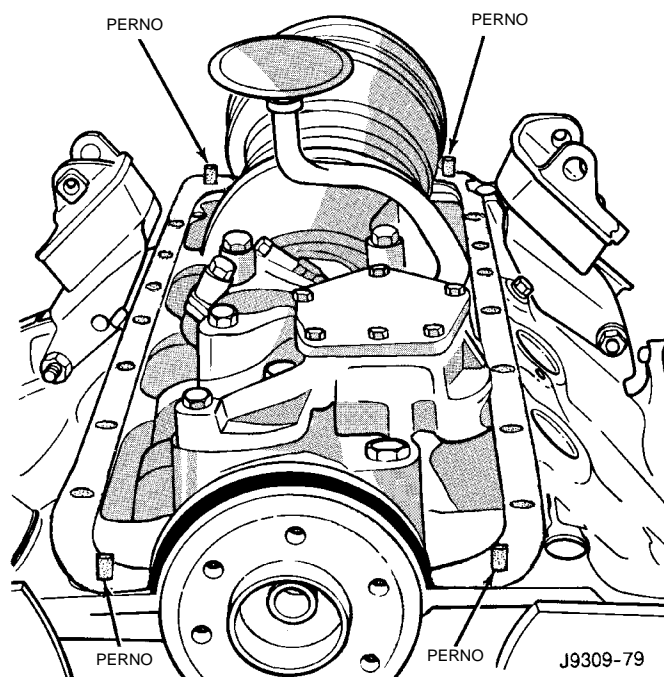

Fig. 38 Posición de los pernos en el bloque de cilindros
(2) Instale los pernos en el bloque de cilindros (Fig. 38).